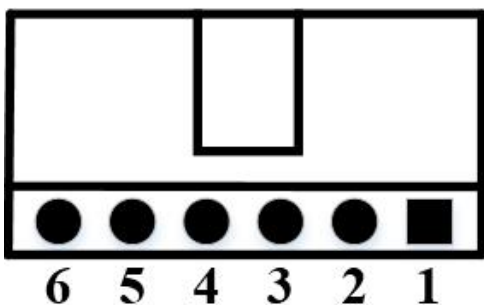

图 3-2 2.54mm 间距电源接口插座图
2. 54mm 间距电源接口插座如图 3-2 所示, 2. 54mm 间距电源接口引脚线序说明如图 3-3 所示,